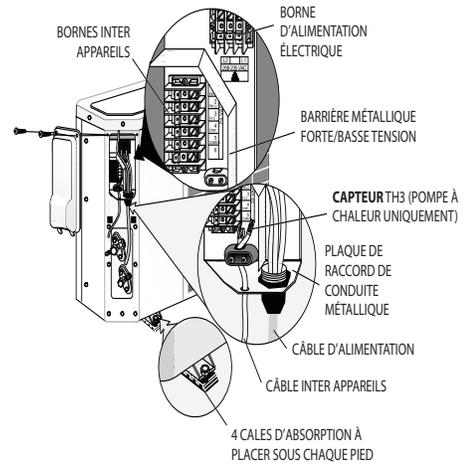

Fig. 12 — Montage des pieds et câblage des appareils extérieurs
2. Fixer les pieds de l'appareil extérieur sur la base de montage, comme indiqué à la Figure 12. Les cales absorbantes doivent être placées entre les pieds et la surface de montage.